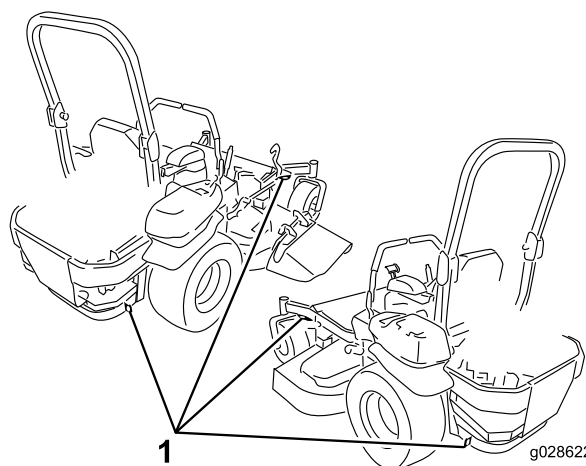

Figure 39
5. Arrimez la machine près des roues pivotantes avant et du pare-chocs arrière (Figure 39).